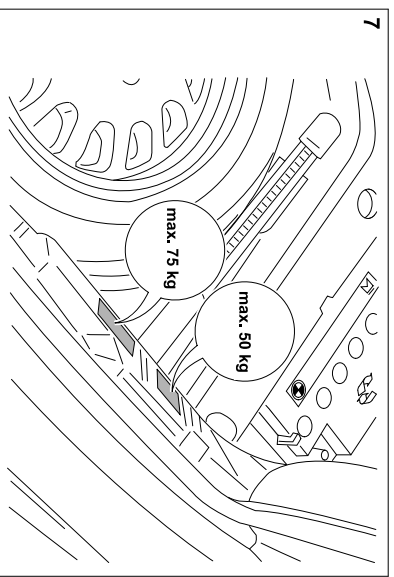

Bild 7: Draginformationslapp
- 17.) Klistra fast draginformationslappen "max 75 kg" till tröskeln bredvid låset, se bild 7.